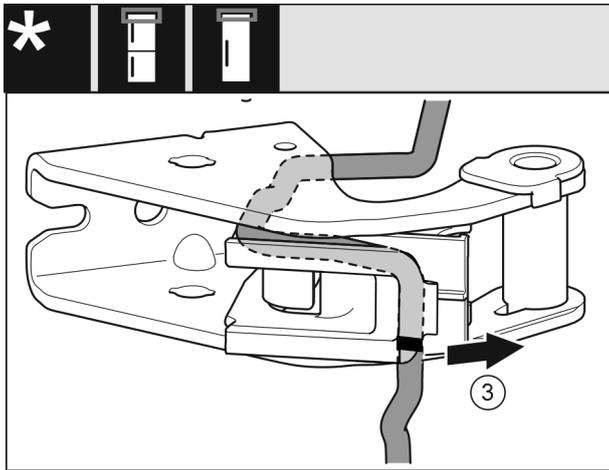

Fig. 27
- ▶ Kabel mit der Kabelhalterung vom Lagerbock demonstrieren. Fig. 27 (3)